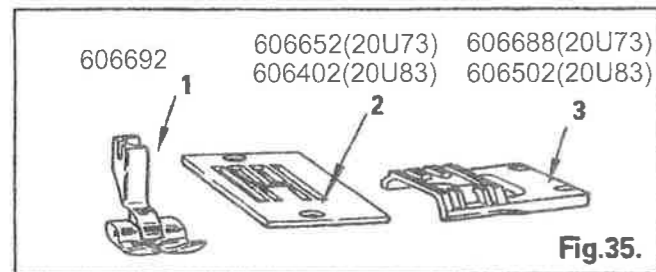

Fig. 35.
Der in Fig. 35 abgebildete Knopflochfuß (1), die Standardstichplatte (2) und der Transporteur (3) werden zum Knopflochnähen verwendet.
Buttonhole Foot (1), General Purpose Throat Plate (2) and Feed Dog (3) as shown in Fig.35 are used for buttonhole stitching.
- le pied boutonnière (1)
- la plaque à aiguille point droit et point zigzag (2)
- la griffe d'entraînement (3) - fig. 35 -
El pié del ojal (1), la plancha agujas para todo uso (2) y el impelente (3) como se muestran en la Fig. 35 son usados para la costura de ojal.
Piedino perocchielli (1), placca (2) e griffa (3) mostrati in Fig. 35 sono usati per cuciture di occhIELLI.
O Calgador de Casear (1), a Placa de Entrada de Usos Gerais (2) e o Grampo de Enfiar a Linha (3), que aparecem na Fig. 35, servem para se fazerem pontos de casear.